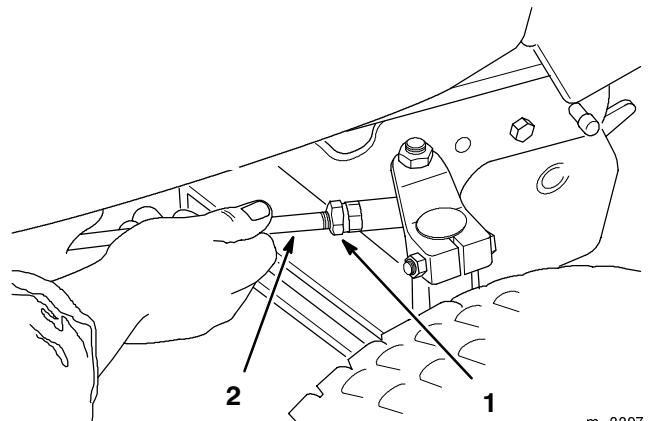

Abbildung 44
1. Die Gegenmuttern an den Enden der Lenkstangen lösen (Abb. 44).